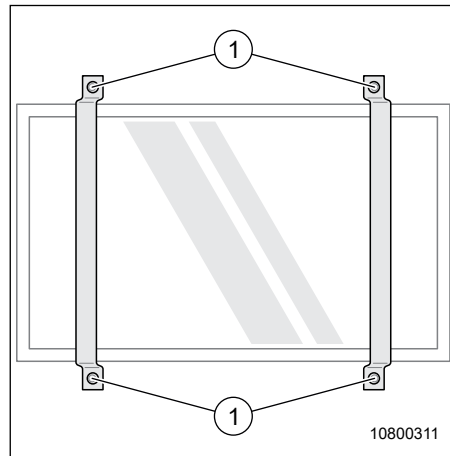

Fig. 84 Téléviseur, sécurisé
→ Avant de prendre la route, toujours fixer le téléviseur avec les sangles (Fig. 84, Pos. 1).
1. Desserrer les sangles (Fig. 84, Pos. 1) au-dessus du téléviseur.